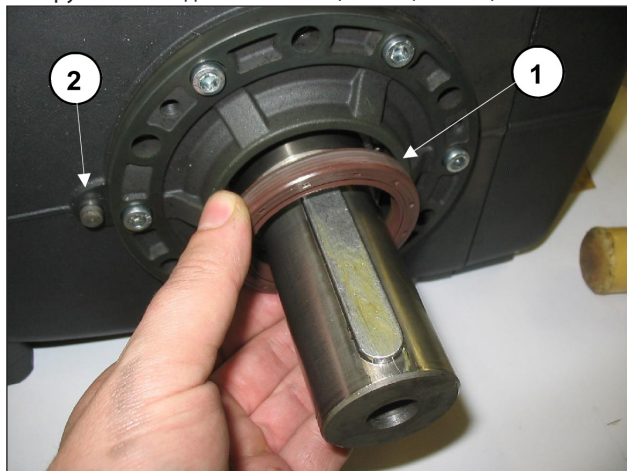

Рис. 33
Для изменения версии путем установки редуктора в случае его отсутствия, необходимо снять сальник с вала (Рис. 33, поз. ①) и установить на картер контрольный штифт Ø8 коробки редуктора (Рис. 33, поз. ②).
Если редуктор предусмотрен и необходимо изменить версию, сняв его, для этого нужно вставить сальник вала в свое посадочное место на боковой крышке с помощью инструмента с кодом 27904800 (Рис. 33, поз. ①).